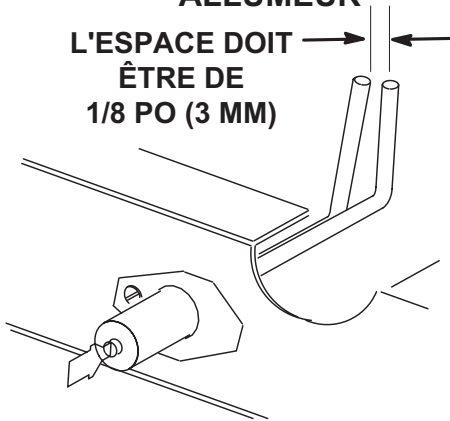

FIGURE 39
- 5 - Localisez l'allumeur sous le brûleur droit. Vérifiez l'écartement des contacts à l'aide de mèches hélicoïdales ou de jauges d'épaisseur de la taille appropriée. Reportez-vous à la FIGURE 39.